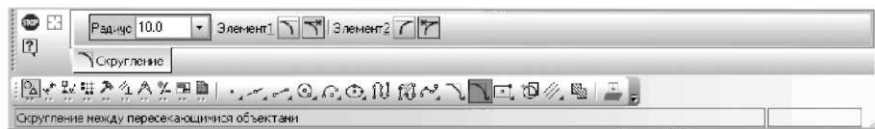

Рисунок 3.18 Панель властивостей: Скруглення. Компактна панель і Рядок повідомлень
– клацніть на **Компактной панели** по кнопці  - **Скругление**. З'явиться відповідна **Панель свойств: Скругление** (рис. 3.18);